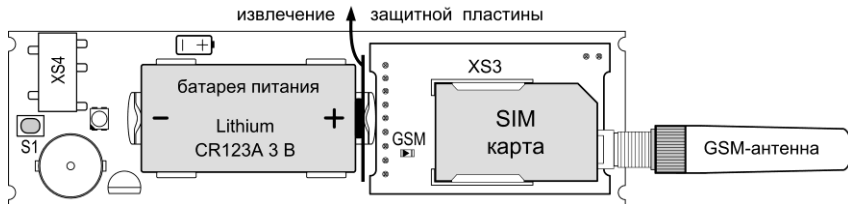

Рис.6 Установка SIM карты, извлечение защитной пластины, подключение внешней GSM-антенны (только для варианта 2)
2. Убедитесь, что SIM карта установлена в соответствии с рис.6, либо установите SIM карту в держатель на плате GSM-модуля: контактами к держателю, срезом – как показано на рис.6.
3. Включите питание сигнализатора – извлеките защитную пластину из контактов батареи питания (см. рис.6) или установите батарею питания, соблюдая полярность (если она была извлечена). После включения питания световой индикатор сигнализатора засветится красным. Светодиод «GSM» будет светиться в течение 3-х секунд и начнёт часто мигать – производится поиск сети и регистрация в сети GSM.
подключите антенну, антенна прикручивается к SMA-разъёму вращением по «часовой стрелке»). Убедитесь, что SIM карта установлена в соответствии с рис.6.